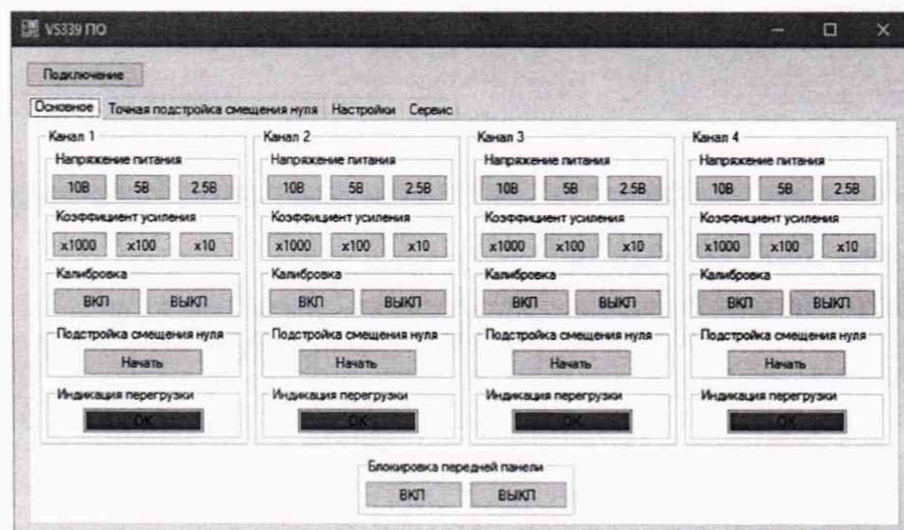

Рисунок 2.
8.2.3. Подключить усилитель к ПК, запустить ПО VisTenzo (Рисунок 2).